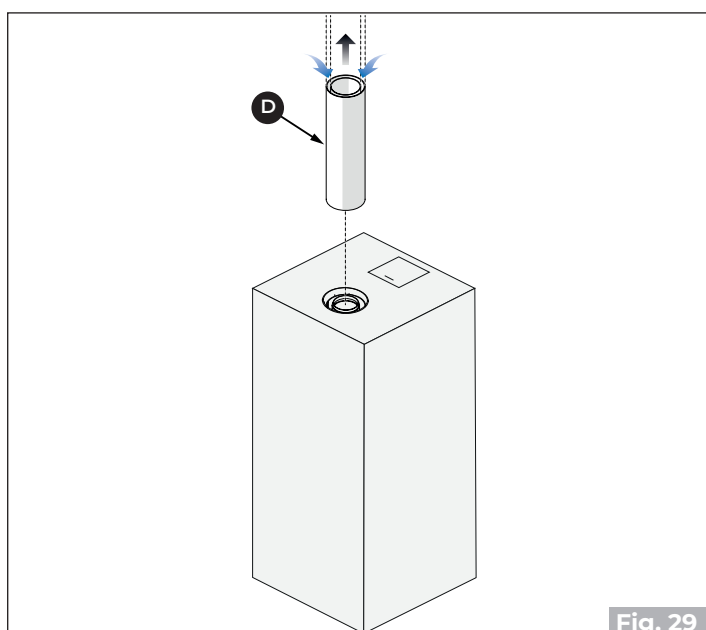

Fig. 29
Se da por asumido que es responsabilidad del técnico dimensionar el humero en función de la situación de la instalación y el producto, sin embargo, se recomienda no exceder los 7 metros equivalentes con una tubería coaxial de 8/13 cm ("Fig. 29").
- Quitar el precorte **(E)** en el respaldo **(C)** y hacer pasar el tubo flexible **(D)** para conectarlo a una toma de aire externa ("Fig. 29").